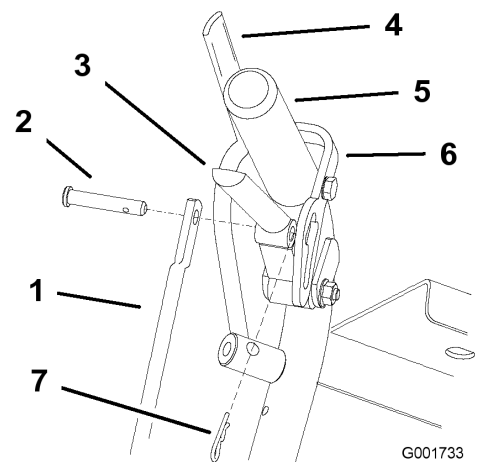

Figura 22
1. Retire los pasadores y los pasadores de seguridad de las palancas de avance y los cierres de bloqueo de punto muerto (Figura 22).